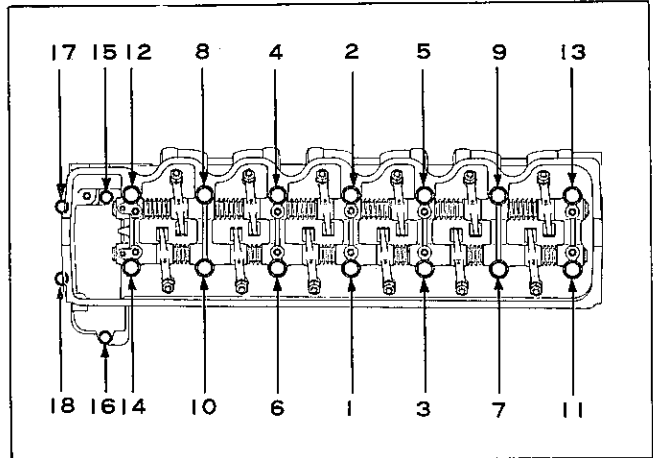

図2-3-34 シリンダ ヘッド締め付け
- 2 ヘッド ボルトは 図2-3-34の順序に3~4回に分け段階的に締め付ける。